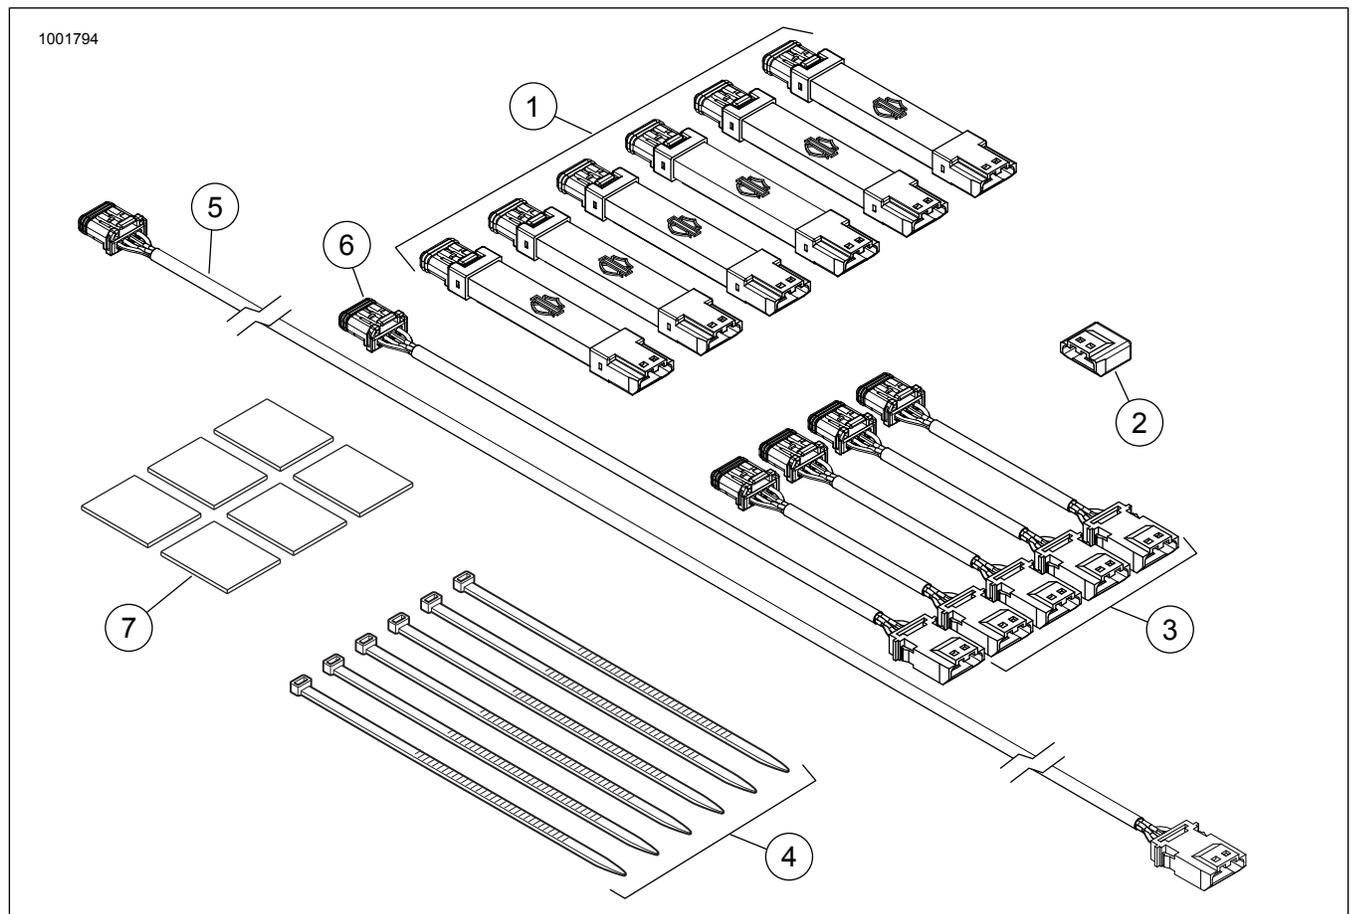

Figure 2. Pièces de rechange, kits de modules d'éclairage Spectra Glo
Consultez Figure 2 et Voir le tableau 1.
2. Figure 2 Assembler (installation à sec) les modules d'éclairage (1) et les faisceaux (3, 5 et 6) selon la configuration désirée.